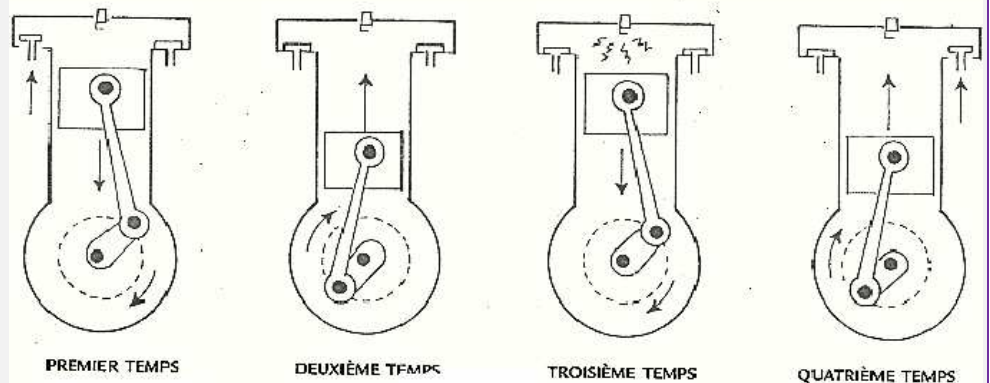

Figure 2
**Tache3** : Les quatre temps du moteur sont schématisés sur la figure 2. Nommer chacun des quatre temps en expliquant brièvement ce qui se passe à chaque temps.